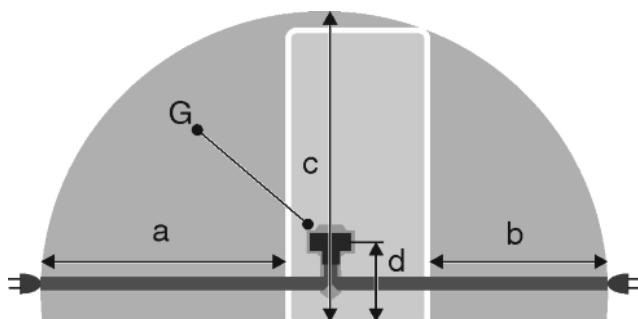

Fig. 41
- Розетка знаходитьться поза зоною задньої стінки пристрою у вказаній зоні Fig. 41 (a, b, c).
- Встановіть штекер пристрою Fig. 41 (G) на задній стороні пристрою. Слідкуйте за правильною фіксацією.